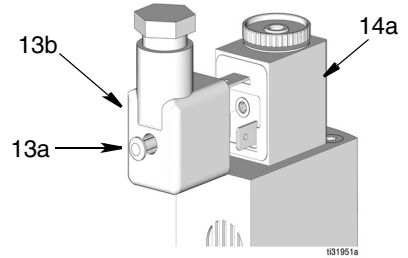

FIG. 25
4. Desserrer la vis (13a) à l'arrière du connecteur mini DIN de l'électrovanne (14a) et le déconnecter du connecteur d'électrovanne (14a) (FIG. 25).